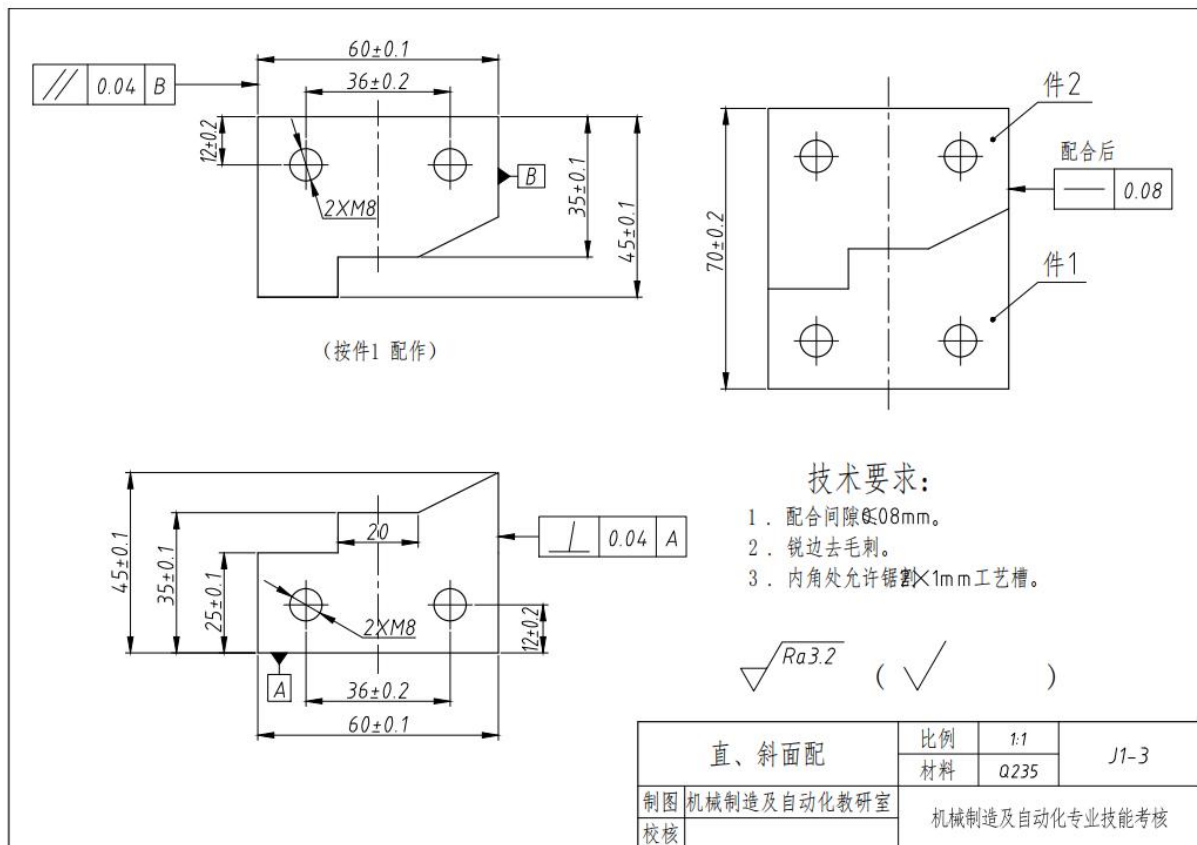

图 1-1-3 直、斜面配
- (1) 能读懂零件图及工艺装配图，进行零件加工工艺分析；
- (2) 正确选择与使用常用工具和设备进行划线、锉、锯、孔加工、螺纹加工和锉配加工等；
- (3) 根据零件图 1-1-3 的要求完成凸、凹零件的加工与配锉加工。去毛刺，倒棱角 C0.3，配合面不允许倒角，不准使用专用工、夹具加工和抛光；
- (4) 使用常用量具对加工零件进行检验；
- (5) 严格执行工作程序、工作规范和安全操作规程；
- (6) 毛坯尺寸：62×47×6 (单位 mm)，材料：Q235 钢板。毛坯及工、夹、量具由考点准备；
- (7) 技能测试结束，技术人员在零件底面打编号并提交零件。